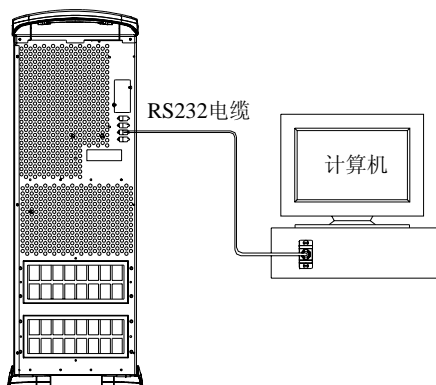

图 2-4 通讯接口与计算机的连接（以 RS-232 电缆连接为例）
1. 根据用户需要，可用随机附件中的 RS-232 电缆（通用型）连接 RS-232 通讯口与计算机，或用干接点电缆（电缆一端标有“UPS”，接 UPS 干接点；另一端标有“PC”，接计算机）连接干接点接口与计算机，如图 2-4 所示。